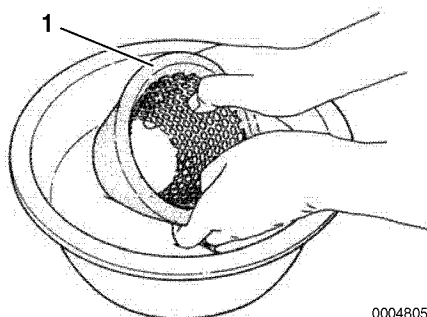

Figure 10
2. Verwijder element (**Figure 10, (1)**). Reinig het element en de behuizing met een neutraal schoonmaakmiddel.